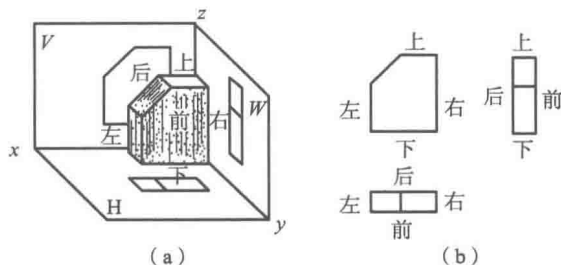

图 1-2 三视图关系
3. 三视图的关系及投影规律 (图 1-2)
①位置关系。物体三个视图按规定展开在同一平面上, 它们的位置关系是: 主视图在上方, 俯视图在主视图正下方, 左视图在主视图正右方。如图 1-2 所示。